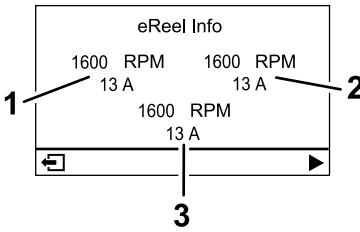

Bild 18
- **eReel-Motorbildschirm (Bild 18):** Zeigt die Geschwindigkeit und den Strom jedes Schneideeinheitmotors an.